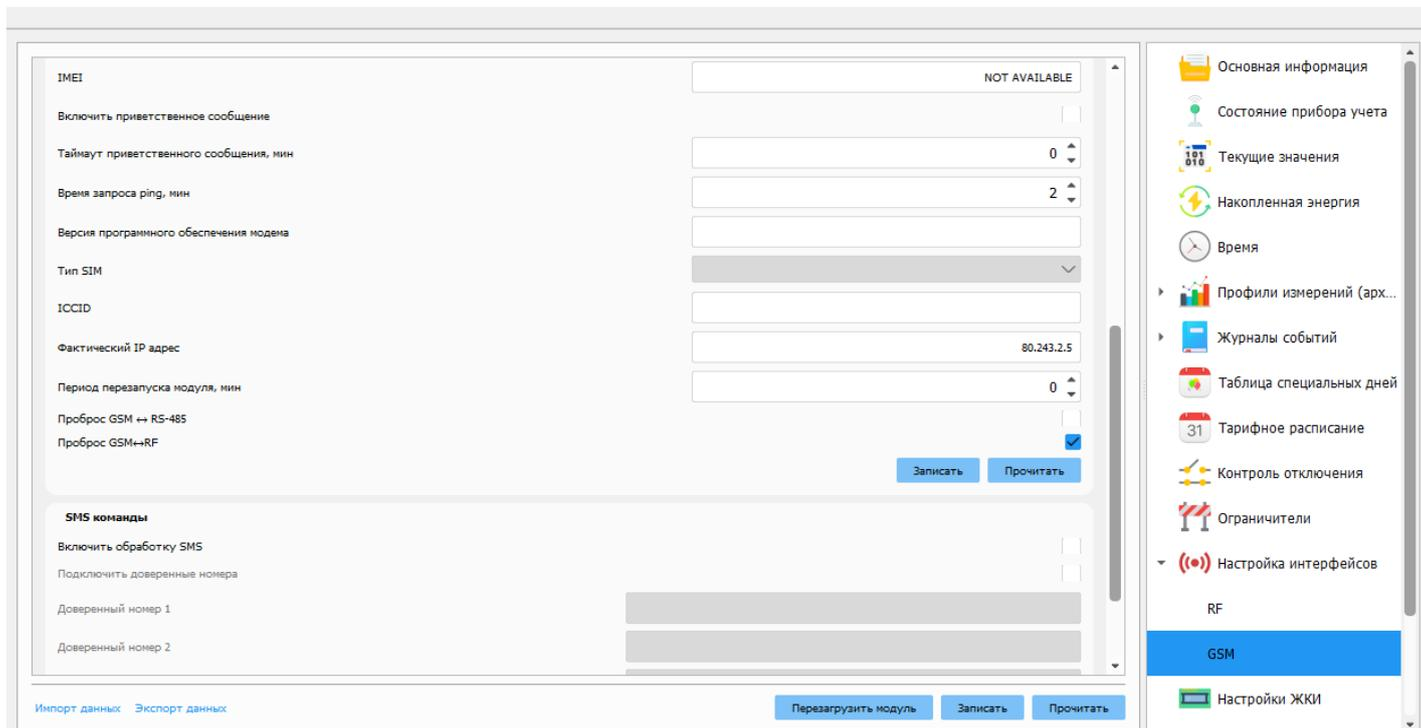

Рисунок 10
- подключиться к счетчику с помощью ПО «Конфигуратор Счетчиков Милур DLMS» (версия 1.6.0.381 и выше, рисунок 10) согласно п. 6.3;